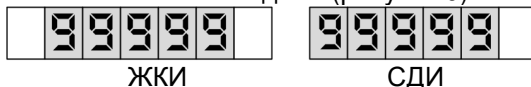

Рисунок 9
7.6 Если при достижении максимальной дозы насосный агрегат ТРК остановлен, а на устройство продолжают поступать счетные импульсы от ДРТ, устройство выводит на табло информацию о переливе миганием максимальной дозы (рисунок 9).